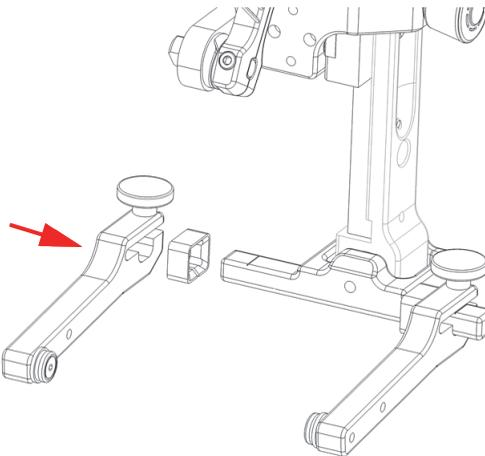

図 2-16 ヨークアームの再取り付け
3. ヨークアームをヨークピボットビームにスライドさせて戻し、ヨークアームのつまみネジで所定の位置に固定します（51 ページの図 2-16）。